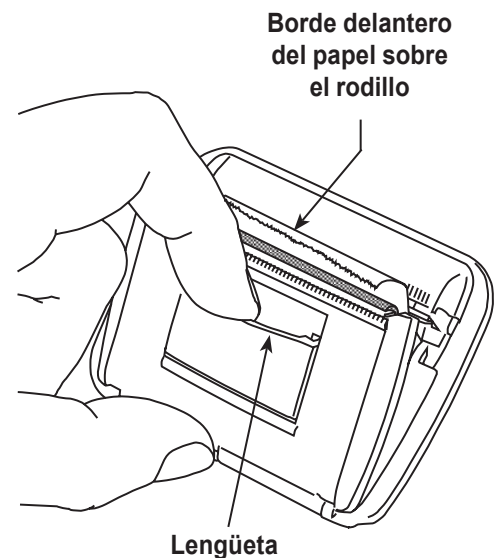

Figura 12
1. Retire la tapa de la impresora tirando de la lengüeta como se muestra en la Figura 12.
8. Ponga la impresora en el área perforada en el panel de control. Presione la cara de la impresora para que quede a ras con el panel, orientándola para que el papel salga por la parte superior de la impresora como se muestra en la Figura 12.